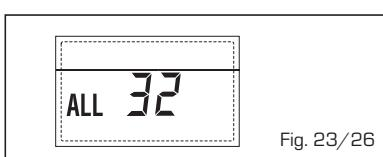

Fig. 23/26
- ANOMALIA COMUNICAÇÃO PLAQUETA RS-485 EM MODALIDADE MODBUS "ALL 33" [fig. 23/27]